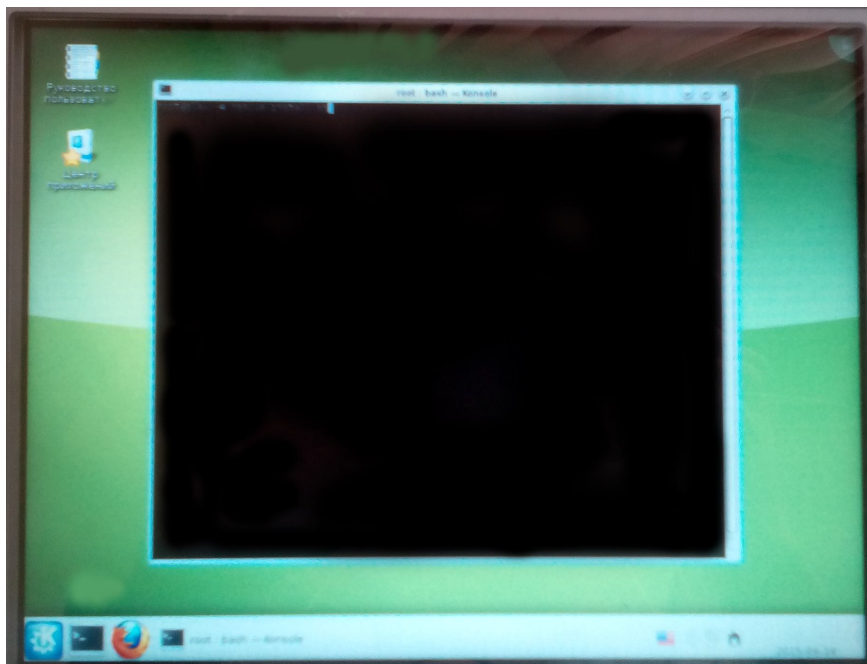

Рис. 66 Внешний вид системы после загрузки.
9. Запустите терминал, кликнув мышкой по значку на панели управления (Рис. 66).